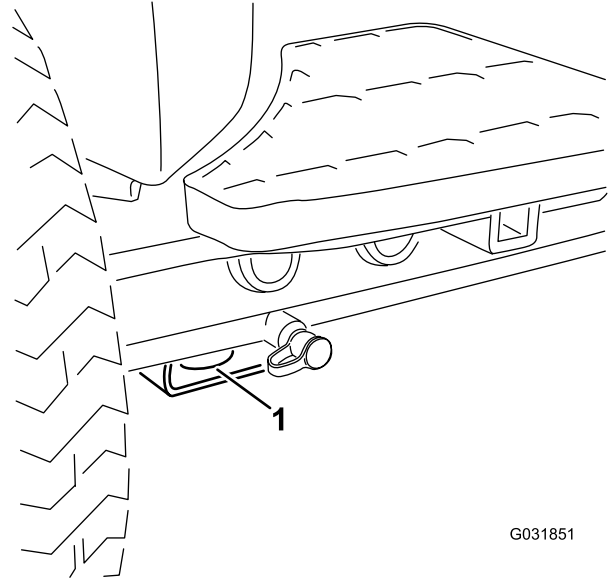

Bild 41
- Vorne: Loch im Rechteck unter dem Achsenrohr in jedem Vorderreifen (Bild 41).